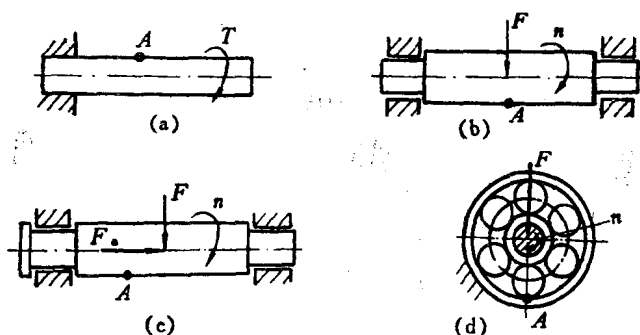

图 4-1
- (6) 稳定循环变应力的主要参数有哪些, 它们的相互关系怎样?
- (7) 变载荷下一定产生变应力, 那么静载荷下也一定产生静应力吗? 举例说明之。
(8) 下列零件均受静载荷作用(见图4-1), 试判断零件上A点的应力性质(拉、压、弯、扭或接触应力), 是静应力还是变应力? 应力变化的规律(即应力变化循环特性系数 r 的大小或范围)及应力变化图(即 $\sigma-t$ 图)是怎样的?